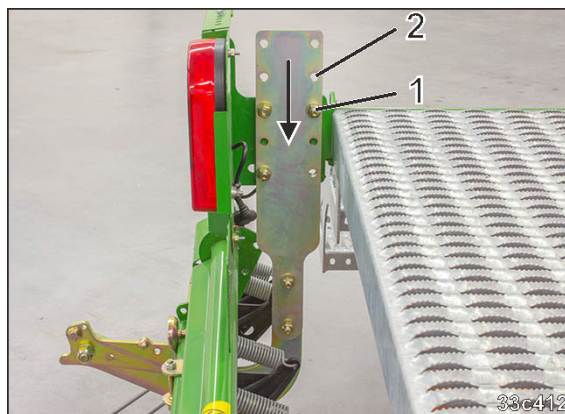

Bild 188
- 2.1 Lossa skruvarna (Bild 188/1).
- 2.2 Sätt fästet i en ny hålbild (Bild 188/2).